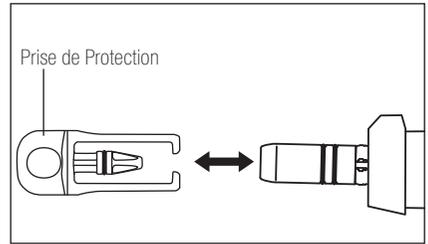

Fig.25
- 2) Installez le prise de protection sur le moteur. (Fig.25)